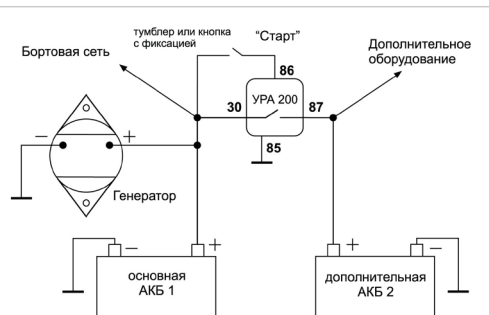

Рис.1. Схема подключения устройства развязки аккумуляторов
1.3 Произвести соединения в соответствии со схемой (рис. 1), используя провод сечением не менее 16мм2.